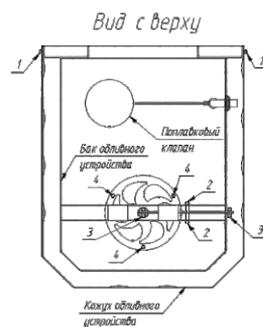

Рис. 7
- 3 снимите декоративный кожух с бака обливного устройства открутив болты 1 (см. рис. 7)
- 6 отсоедините рычаг слива от сливного механизма раскрутив гайки 2 и 3 (см. рис. 7)
- 7 извлеките сливной механизм из бака обливного устройства раскрутив гайки 4 (см. рис. 7)